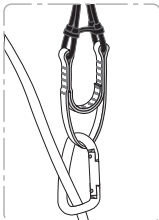

Abbildung 6
- Hängen Sie das Seil mit einem Karabiner an die Totem-Backenklemme, wie in *Abbildung 6* bzw. *Abbildung 7* gezeigt. Verwenden Sie das Gerät nie wie in den *Abbildungen 8, 9 und 10* gezeigt.